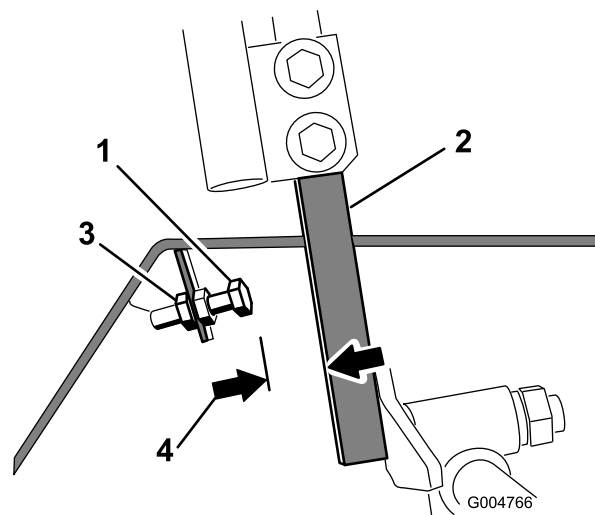

Bild 60
4. Lösen Sie für einen der Fahrtriebshebel die Klemmmutter an der Anschlagsschraube (Bild 60).